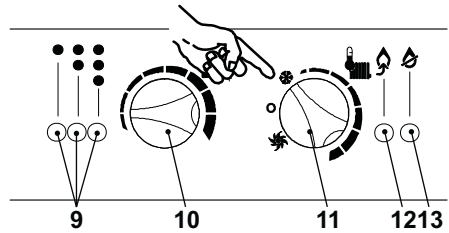

Fig. 5.56
- Antes de alimentar eléctricamente la caldera coloque las llaves 10 y 11 como se indica en la Fig. 5.56
- Pulsar el botón de restablecimiento 12, Fig. 5.56 de forma repetida (3 veces) hasta que los indicadores luminosos de señalación e muestren una secuencia como la de Fig. 5.57.